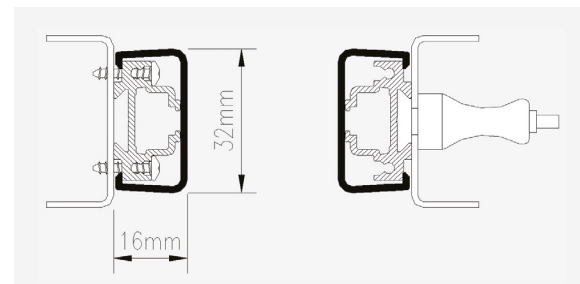

Fig. 3: E32 sul bordo di attacco della porta / montante di battuta con le viti autofilettanti a sinistra o i bulloncini a destra
1. Installare i rilevatori sul bordo di attacco della porta / montante di battuta utilizzando le viti autofilettanti o i bulloncini forniti (Fig 3).